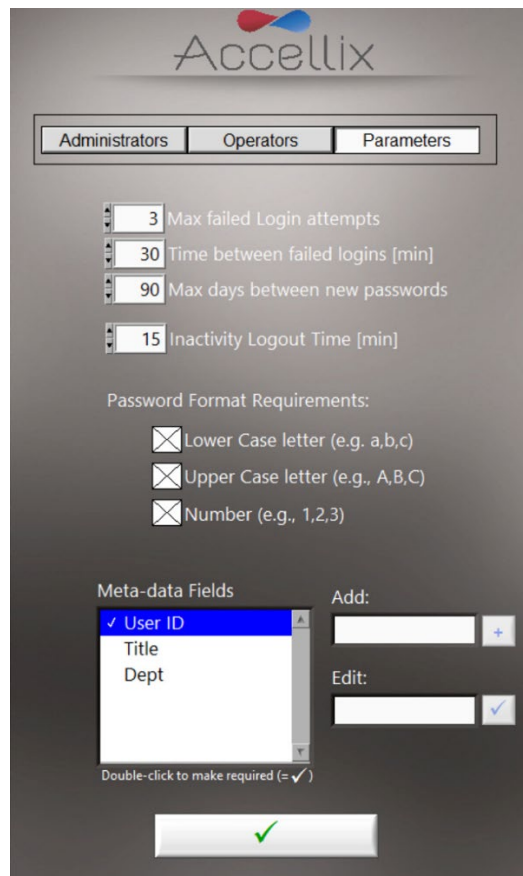

图 10：登录参数选项
- 轻触 **Personnel** (人员) 屏幕顶部的 **Parameters** (参数)。随即显示所有可变更的登录参数 (图 10)：
- 图 10 中显示的元数据字段仅为示例。